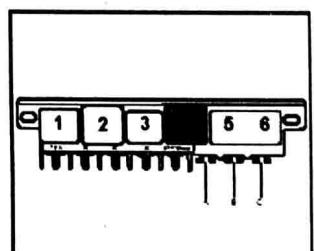

图 1-1-27 示意图
(1) 拆下司机一侧杂物箱, 接上 VAS5051 或 V.A.G1551, 输入地址码 01, 选择发动机电控单元。然后打开点火开关, 进行执行元件诊断, 启动活性炭罐电磁阀 1 (N80)。
(2) 如图 1-1-27 所示, 燃油泵继电器 (位于左侧脚坑中央电器盒 4 号位置) 应吸合, 燃油泵应运转。
(3) 如果继电器未吸合: 检查燃油泵继电器供电电压, 检查燃油泵继电器功能。
(4) 如果继电器吸合, 但燃油泵不转: 检查燃油泵继电器及部件 (通过燃油泵继电器)。